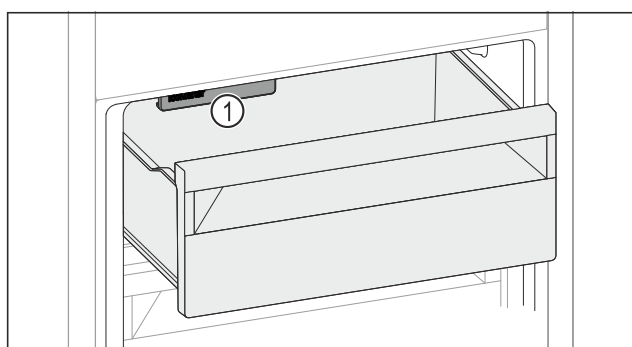

Fig. 159
- ▶ 请考虑 IceMaker Fig. 159 (1)。